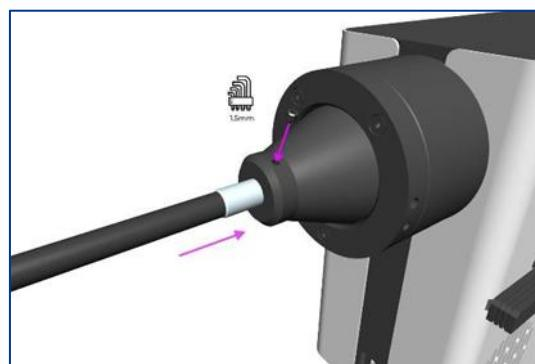

Figura 15
2. Tenendo saldamente in posizione la guida della luce liquida, utilizzare la chiave esagonale da 1,5 mm per fissare delicatamente il grano di ritenzione che si trova all'uscita della sorgente luminosa (Figura 15)